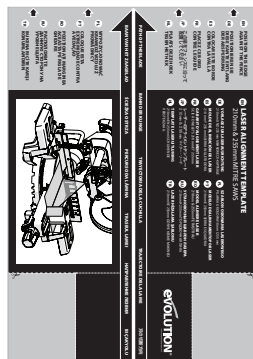

Fig. 8c
- Platzieren Sie die Karton-Laserschablone (**Abb. 8c**) auf dem Drehtisch.